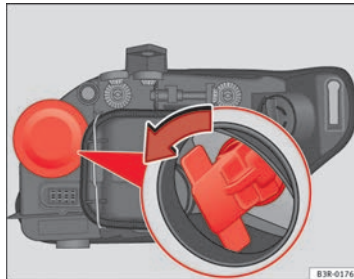

Abb. 220 Glühlampe für Blinklicht
- Den Lampenträger durch Ziehen am Halter und durch Drehen gegen den Uhrzeigersinn herausnehmen → Abb. 220.